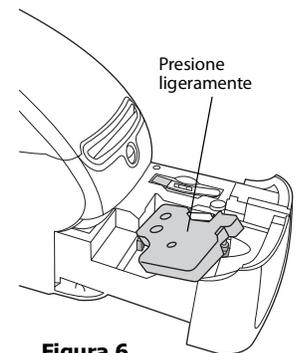

Figura 6
- 3 Inserte el cartucho y presione con fuerza hasta que se acople en su sitio. Asegúrese de que la cinta y la etiqueta están correctamente colocadas. Consulte la Figura 6.